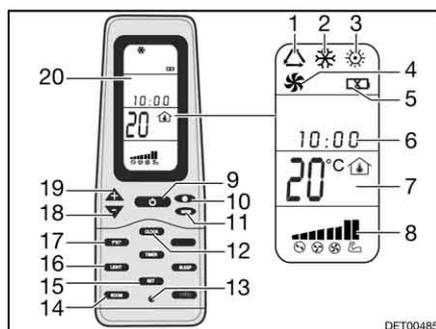

Fig. 177 Controlo remoto
- Prima a tecla ON/OFF (Fig. 177,9).
- Prima a tecla "Mode" (Fig. 177,11) tantas vezes até ser mostrado o modo de serviço pretendido (Fig. 177,1, 2, 3 ou 4) no display (Fig. 177,20).
- Com as teclas "+" (Fig. 177,19) e "-" (Fig. 177,18), regule a temperatura pretendida.
- Com a tecla Velocidade do ventilador (Fig. 177,10) escolha o nível pretendido do ventilador.